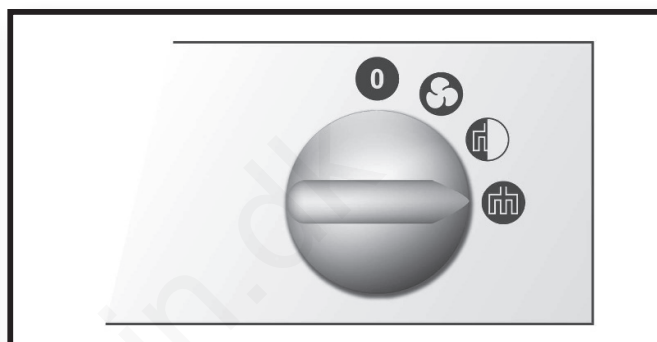

Fig. 7
- ▶ Varmeangivelse 2. grad – fig. 7